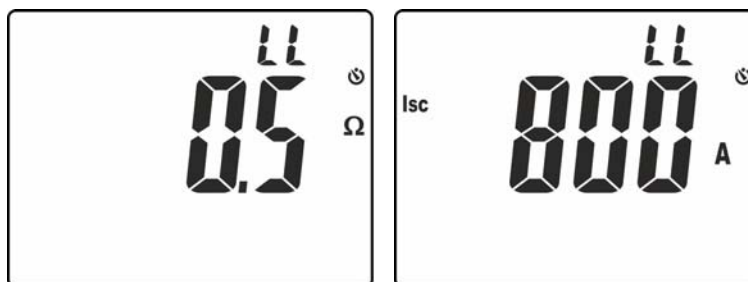

Fig. 28: Risultati della misura di impedenza Loop L-L
12. Nella videata di Fig. 28 – parte sinistra è presente il valore della impedenza di Loop L-L. Premere i tasti $\blacktriangledown/\text{L}$ o \blacktriangle per visualizzare il valore della corrente di cortocircuito presunta **Isc** (vedere § 9.3)